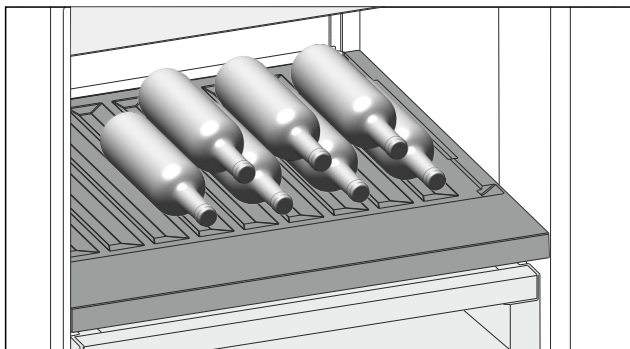

Fig. 99
- ▶ Stavite boce s dnom prema stražnjoj stijenci hladnjaka. (pogledajte Fig. 99)